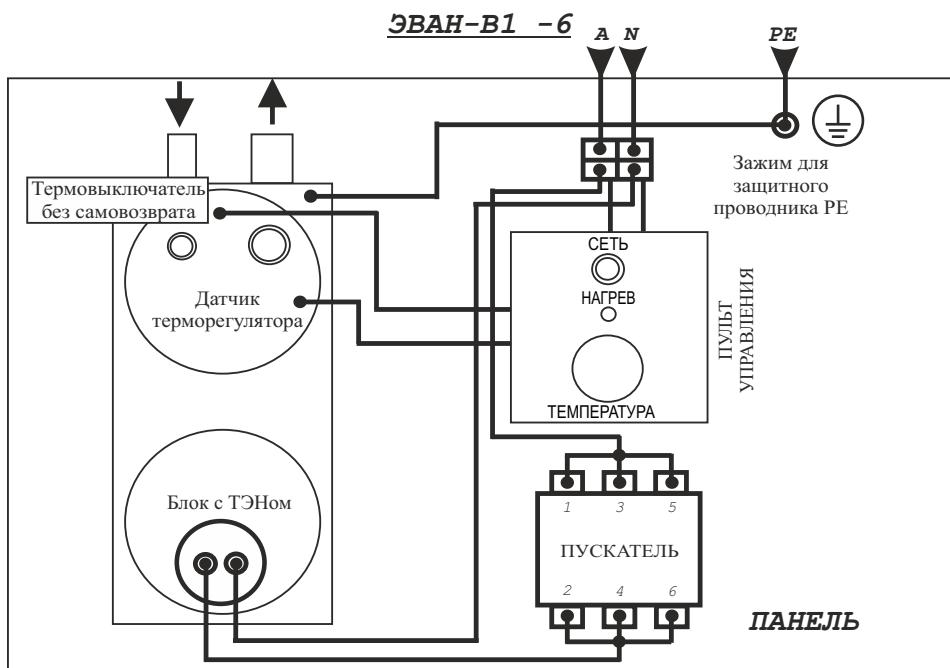

Рисунок 5. Электрическая схема подключения
- отсутствии повреждений видимой части изоляции электропроводки и защитного проводника PE (см. Рис. 5, 6, 7, 8);